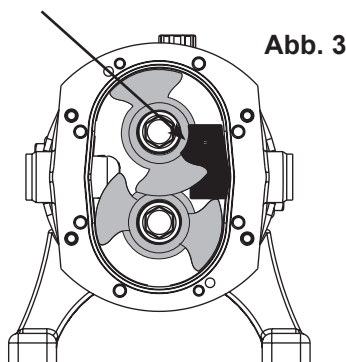

Abb. 3
1. Vorderplatte (1) wie unter Punkt 4.1 beschrieben entfernen.
2. Rotoren (35) positionieren, und das Schließwerkzeug des Rotors wie in Abb. 3 beschrieben, anbringen.
3. Die obere oder rechte Rotorschraube (32) lösen und entfernen.
4. Entfernen Sie das Rotorschloß und ziehen Sie den Rotor (35) von der Welle (38) ab. Kontrollieren Sie, daß die Flügel des zweiten Rotors nicht mit der Nabe des Rotors, der herausgezogen wird, überlappen.